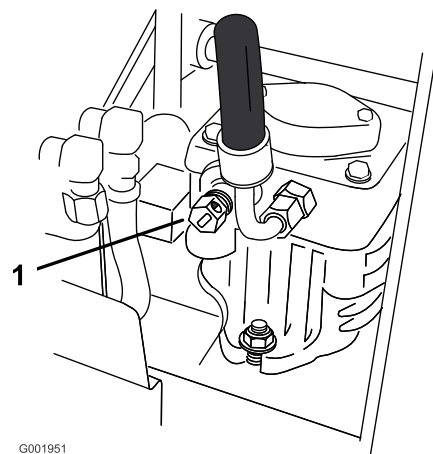

図 24
2. 両方のポンプについているバイパス・バルブを左に1～2回転させて開く。これでポンプ内部の油圧回路がバイパスされ、車輪が自由に回るようになる（図 24）。